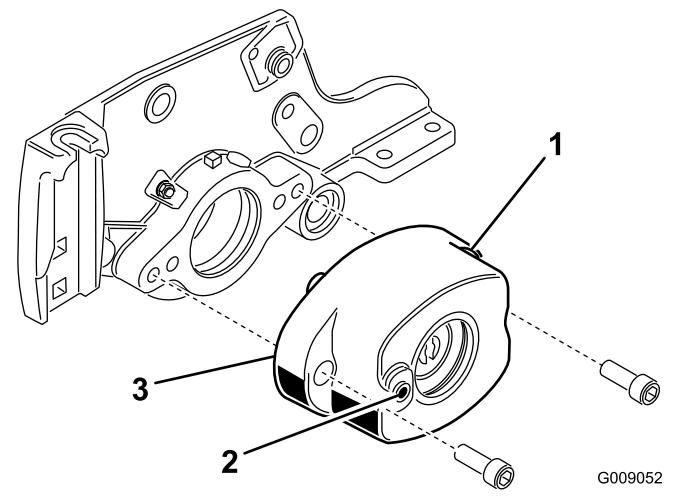

Bild 6
5. Montieren Sie das Rollenbürstengehäuse mit zwei Inbusschrauben (3/8" x 1") am Spindellagergehäuse (Bild 6). Das Rollenbürstengehäuse sollte so positioniert sein, dass das Gewindeloch zur Front der Schneideeinheit zeigt.